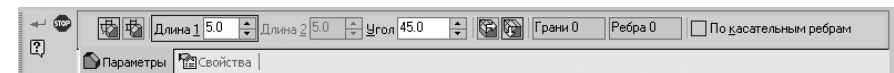

Рис. 1.79. Панель свойств: **Фаска**
- щелкните в выпадающем меню по пункту **Фаска**. Появится соответствующая ему **Панель свойств: Фаска** (рис. 1.79). Одновременно в строке состояния появится подсказка: **Укажите ребра или грани**;